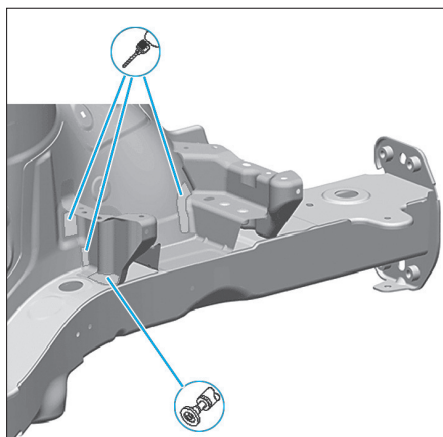

FIG. 7
- Fraiser et meuler les points de soudure à l'arrière de l'insert du support de boîte de vitesses gauche (Fig.7).